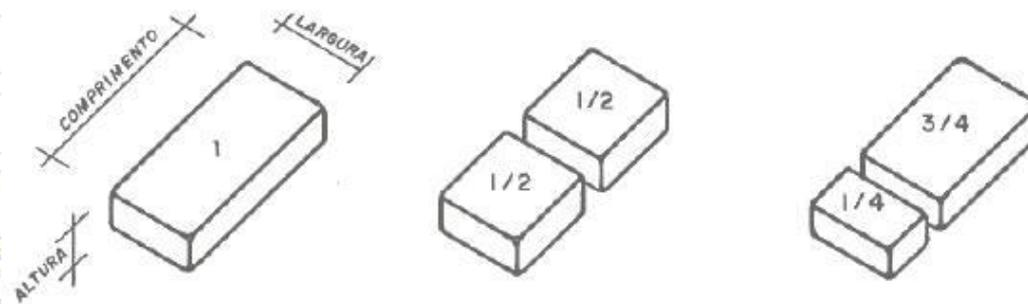

Figura 3. Formas de corte do tijolo.
4. Deve ser cortado conforme o tamanho necessário para amarração da alvenaria. Este corte é feito perpendicular ao comprimento do tijolo – $\frac{1}{2}$ tijolo, $\frac{1}{4}$ de tijolo, $\frac{3}{4}$ de tijolo (Figura 3).